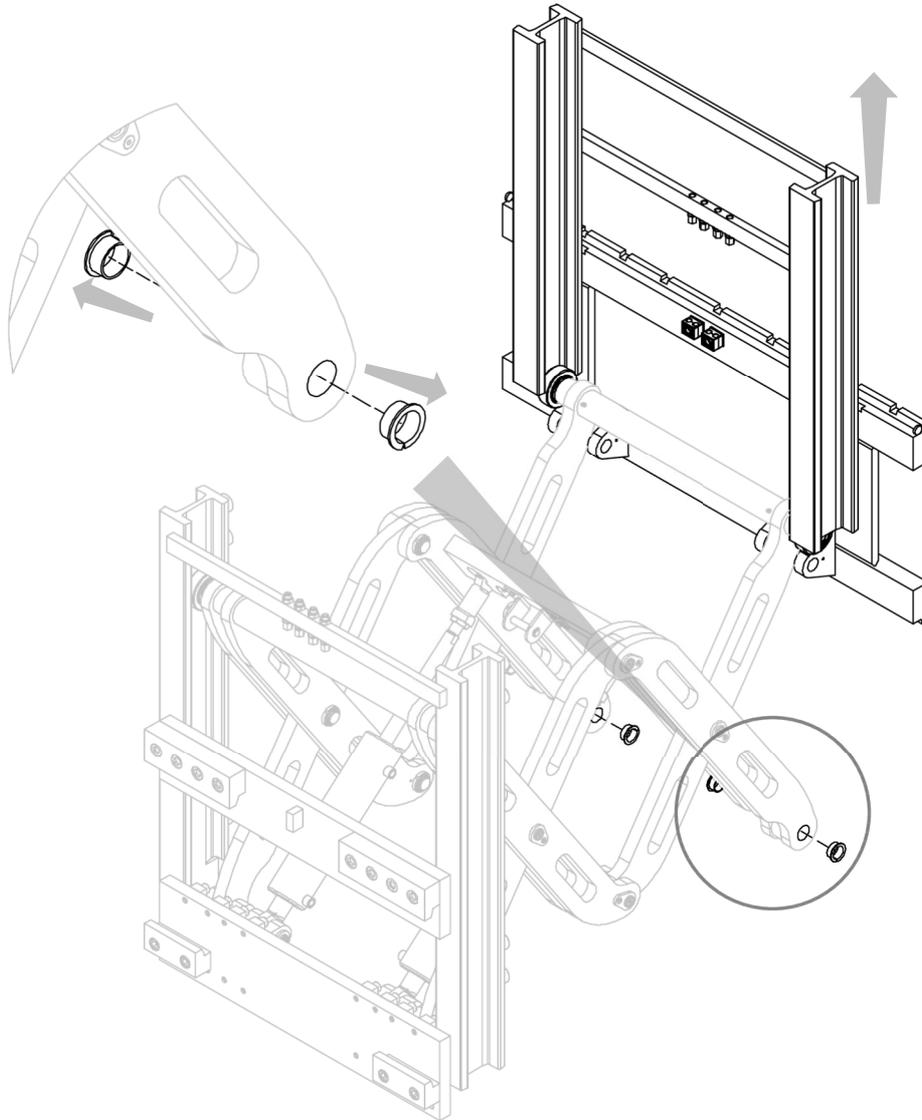

Figure 8
3. Retirer la structure avant. À ce stade, il suffit de la retirer par le haut, car il est « lié » à l'équipement uniquement par les roulements de la paire de bras indiquée dans la *figure 8*.